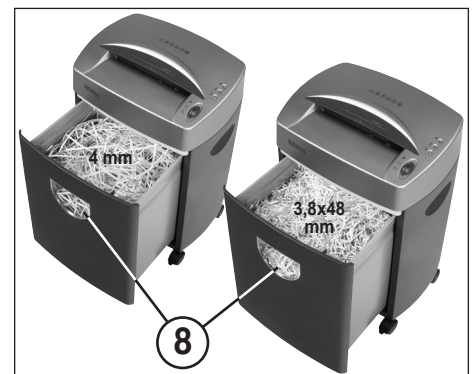

fig. 3
**POUR VIDER LE RÉCIPIENT (Fig. 3):**
Il faut vider le réipient collecteur lorsque le matériel déchiqueté apparaît dans la fenêtre de contrôle de niveau (8) (fig. 3).